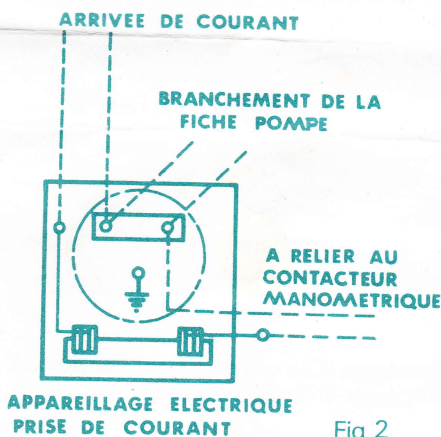

Fig 2
- * Protection : Nous recommandons notre appareillage (fig. 2) (fourni avec nos "Kits") regroupant sous forme esthétique la prise de courant avec borne de terre, l'interrupteur "marche arrêt" et le disjoncteur de protection du moteur.
S'il s'agit de n'alimenter qu'un seul point d'eau et que l'on désire régler le débit de la pompe, utiliser notre robinet de sécurité. Il est possible d'alimenter un réservoir à air libre placé dans le grenier ou dans la partie la plus haute de la maison. L'on peut alors desservir plusieurs robinets. (Fig. 2)